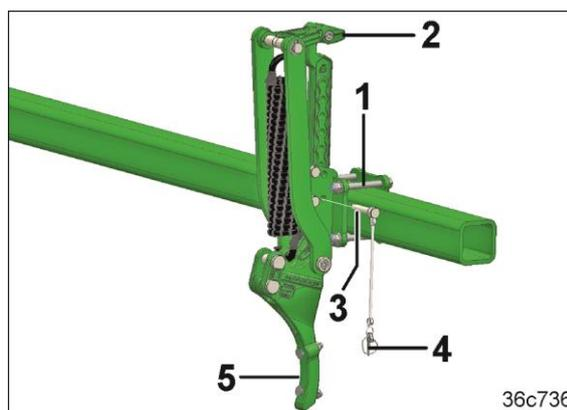

Fig. 217
1. Schrauben (Fig. 217/1) lösen und den Spurlockerer horizontal verschieben.
1. Spurlockerer am Griff (Fig. 217/2) festhalten.
2. Bolzen (Fig. 217/3) entfernen.
3. Spurlockerer vertikal verstellen, mit dem Bolzen abstecken und mit dem Klappstecker (Fig. 217/4) sichern.
Nur die mitgelieferten Keilschare (Fig. 217/5) verwenden. Keilschare verhindern Beschädigungen an der Traktorheckscheibe, durch das Hochkatapultieren von Steinen.